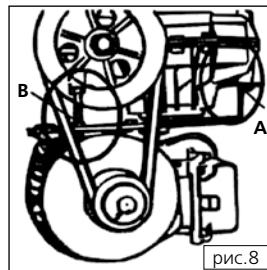

рис.8
- Смазывайте штоки воздушных цилиндров смазочным маслом (**рис. 8**).